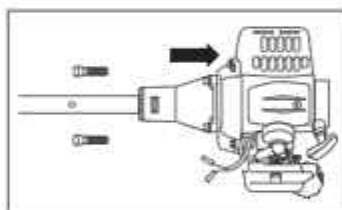

Рис. 4
4. Установите штангу в сборе на двигатель, используя четыре винта (рис. 4).